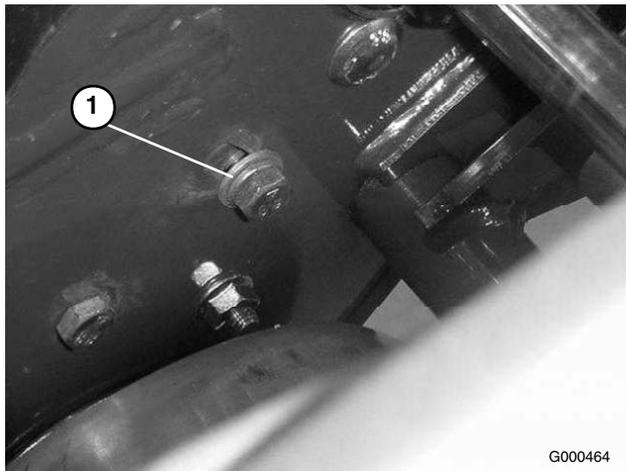

Bild 40
- A. Lösen Sie an der Rückseite der Seitenplatte die Kopfschraube, mit der die Spannscheibenhalterung an der Seitenplatte befestigt ist (Bild 40).